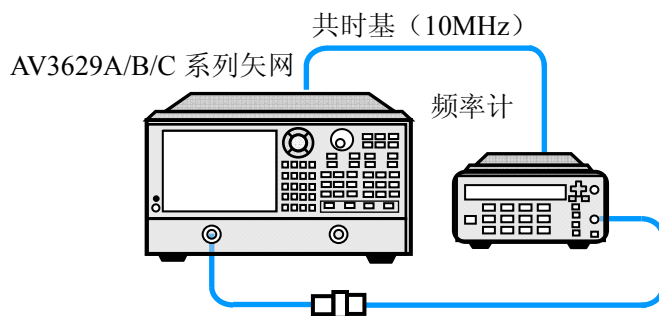

图 14-2 频率分辨率测试框图
- a) 如图 14-2 所示连接系统, 预热 60 分钟以上;